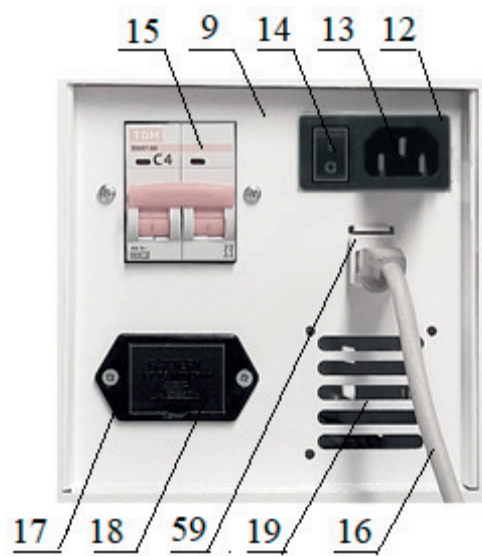

Рис.2 Панель электропитания АС.
4.5 На панели электропитания АС (9, рис.2) установлена пластмассовая рамка (12), в которой размещена 3-х контактная вилка сетевая (13) и выключатель (14), а также автоматический выключатель (15), разъем RJ45 (59) к которому подключается сеть RS-485 при помощи патч-корда (16), установлен короб (17) для размещения в выдвижном ящике (18) алкалиновой щелочной батареи 6LR61.
4.6 За перфорированной поверхностью панели электропитания АС (9, рис.2) сейфа-термостата TS-3/50 устанавливается вентилятор (19).